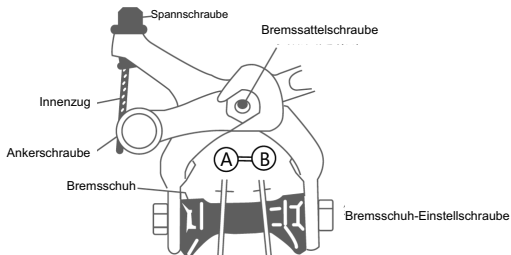

Abbildung 8
- c. Beide Schuhe sollten gleich weit von der Felge entfernt sein, etwa 1 bis 2 mm. Sie können mit den Bremsschuh-Einstellschrauben angepasst werden. (Abbildung 8)